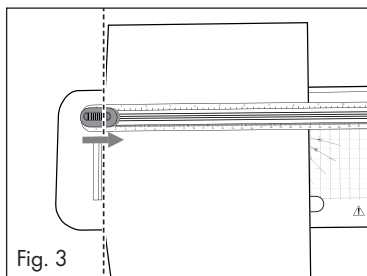

Fig. 3
- 3) Utilice las marcas de la regla de corte **1** para alinear exactamente el papel/la funda si, p. ej., desea acortarlos o cortarlos en diagonal (consulte las figs. 3 y 4).